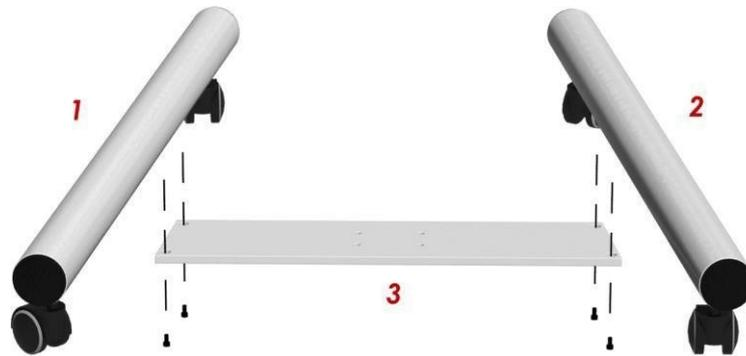

Abb. 13
- ✓ Als erstes wird der Wagen **(A)** zusammgebaut, indem die beiden Rohre "1" und "2" mit vier Schrauben 8x20 auf dem Sockel "3" befestigt werden (siehe Abb. 13).